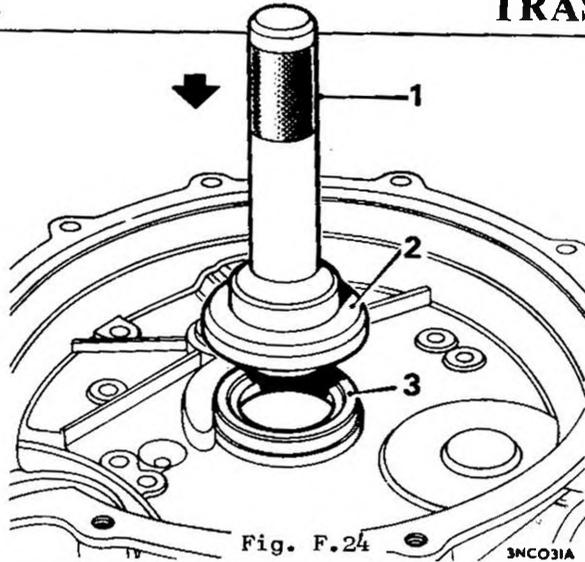

Fig. F.24
48. Introdurre nella scatola del volano un nuovo paraolio per l'ingranaggio primario, usando gli attrezzi 18G 134 e 18G 134BC. Ved. la Fig. F.24.